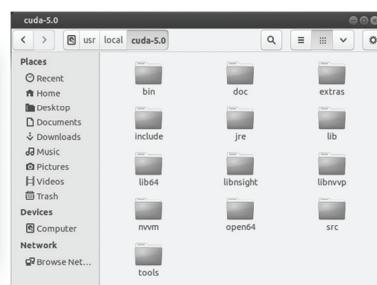

图 A.7 Linux 默认安装目录（本例中为 Ubuntu）
- 对于 Linux，默认安装目录为 /usr/local/cuda-5.0，如图 A.7 所示。